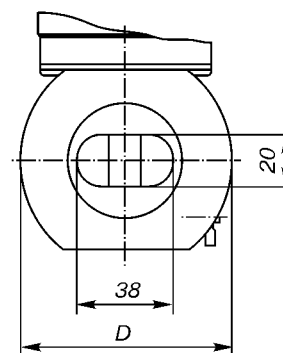

Рис.14. Проточная часть датчиков Метран-335, Метран-336, Ду 32 (остальное см.рис.12).
* Здесь указан эквивалентный диаметр d, фактические геометрические размеры см.рис. 14 для Ду 32.